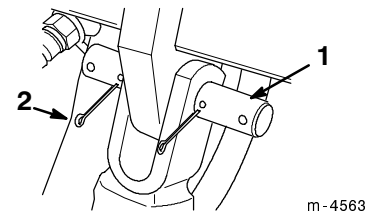

**Abbildung 5**
- Die Schraube entfernen, mit der der obere Kippzylinderstift befestigt ist (Abb. 5).